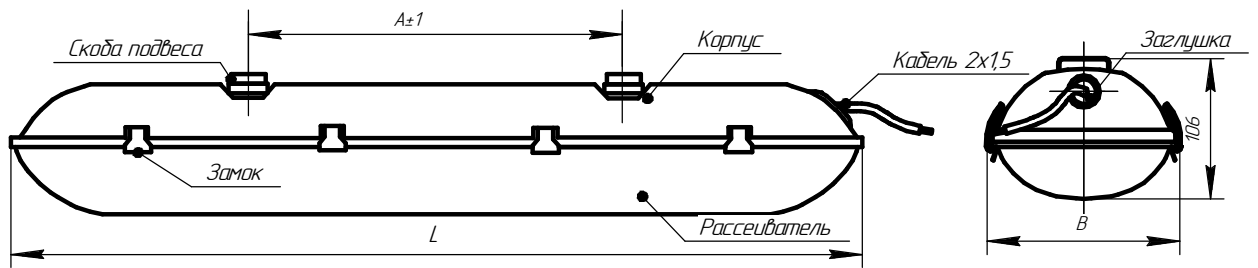

Рис.10 Светильники Polar LED-19,35 * класс защиты
4.2.2 Светильники Polar LED-19,35 * класс защиты светильника от поражения электрическим током II оснащён кабелем 2x1,5мм (рис.10), подключение светильника рис.7,8 (Приложение Б).